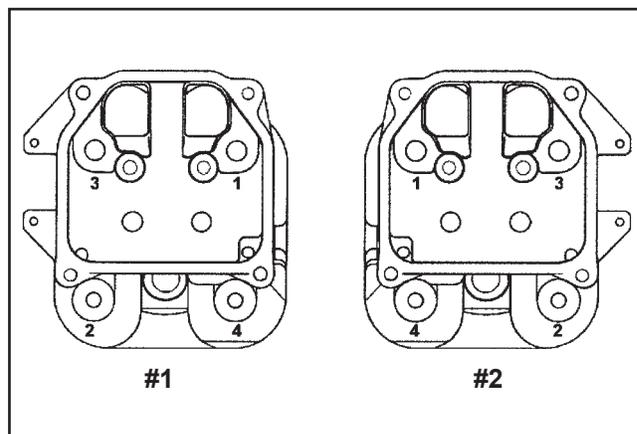

Figure 11-42. Séquence de couple de serrage des culasses des cylindres.
4. Serrer les vis hexagonales à embase en deux étapes ; avant à **22,6 N·m (200 pouces lb)**, et ensuite à **41,8 N·m (370 pouces lb)**, en suivant la séquence à la Figure 11-42.
5. Lubrifier légèrement les filetages (supérieurs) exposés des goujons avec de l'huile moteur. Monter une rondelle plate et un écrou hexagonal sur chaque goujon de fixation. Serrer les écrous hexagonaux à embase en deux étapes ; avant à **16,9 N·m (150 pouces lb)**, et ensuite à **33,9 N·m (300 pouces lb)**, en suivant la séquence à la Figure 11-42.